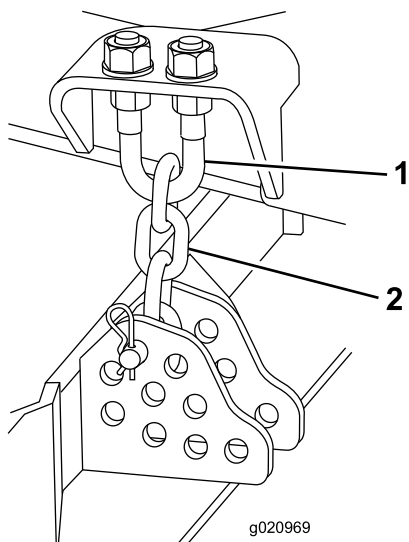

Figura 101
4. Retire el pasador de horquilla y el pasador que fijan las cadenas de ajuste de la altura de corte a la parte trasera de la carcasa de corte (Figura 101).